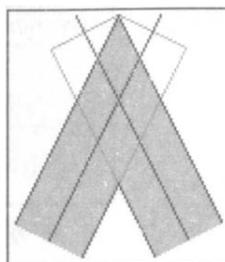

Рис. 16.13
- обрезать по биссектрисе (рис. 16.13).